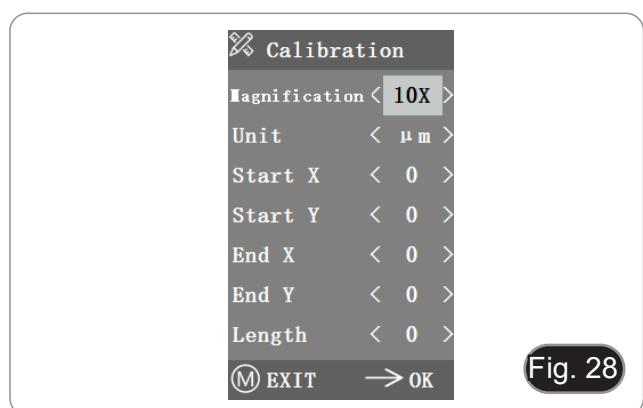

Fig. 28
- Depois de entrar no menu Calibração, aparece a caixa de diálogo na Fig. 28.
- Ajustar as posições dos pontos de início e fim da calibração para que a linha de calibração coincida com a escala do micrómetro e tentar seleccionar o comprimento máximo que pode ser exibido, de modo a fazer a medição mais precisa. (Fig. 28)